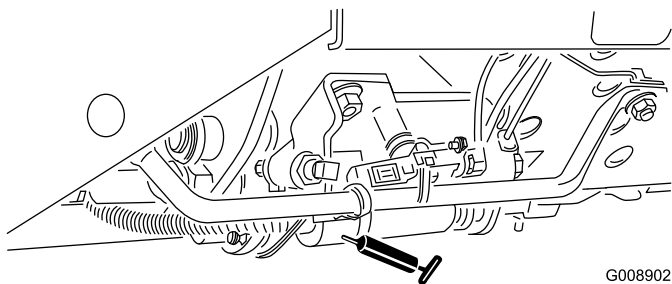

Рисунок 39
- Движок режима скашивания/транспортировки (Рисунок 39)